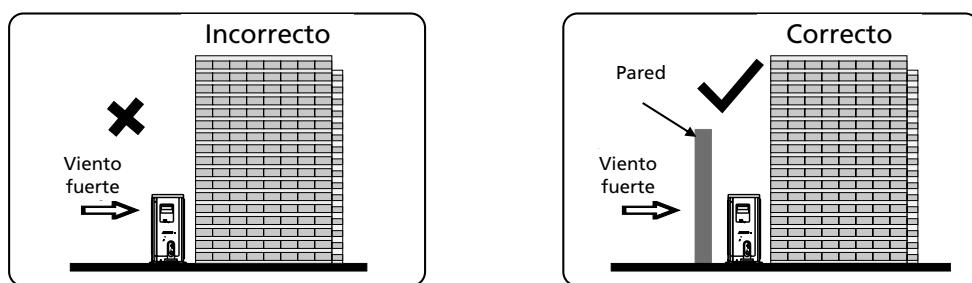

Figura 6
- En caso de que el lugar de instalación esté expuesto a fuertes vientos tales como el del mar, asegúrese que el ventilador funcione correctamente colocando la unidad longitudinalmente a la pared o usando unas placas protectoras. Consulte la figura 6.